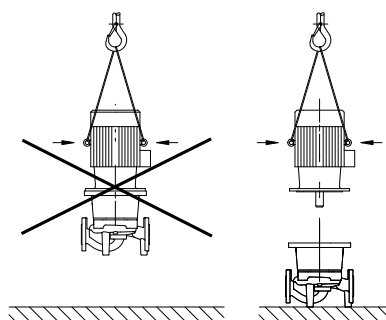

Fig. 35: Transportul motorului
- Inelele de transport de la motor sunt admise numai pentru transportul motorului, nu însă și a întregii pompe (Fig. 35).